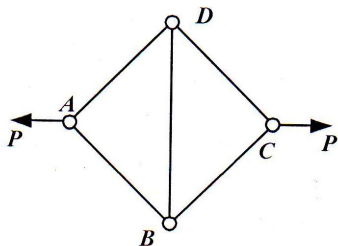

图 1-3
3. 正方形桁架如图 1-3 所示, 设  $N_{AB}$ 、 $N_{BC}$ 、 $N_{CD}$ 、 $N_{DA}$ 、 $N_{DB}$  分别表示杆 AB、BC、CD、DA、DB 的轴力, 且  $l_{AB} = l_{BC} = l_{CD} = l_{DA} = l$ , 各杆的拉压刚度均为  $EA$ , 则  $N_{AB} =$  \_\_\_\_\_,  $\Delta_{AC} =$  \_\_\_\_\_。